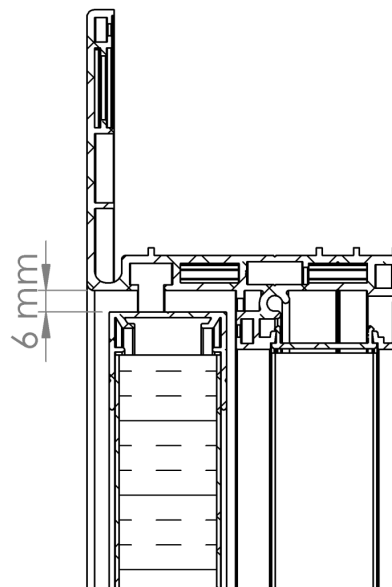

Figure 12
2. Régler les jeux haut et bas en ajustant la hauteur des gonds (Fig. 12).